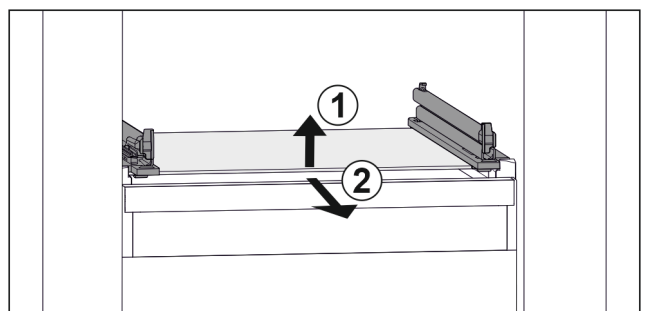

Fig. 76 Rappresentazione esemplificativa del ripiano in vetro
- ▶ Sollevare il ripiano in vetro dal davanti. Fig. 76 (1)
- ▶ Rimuovere il ripiano in vetro tirando in avanti. Fig. 76 (2)